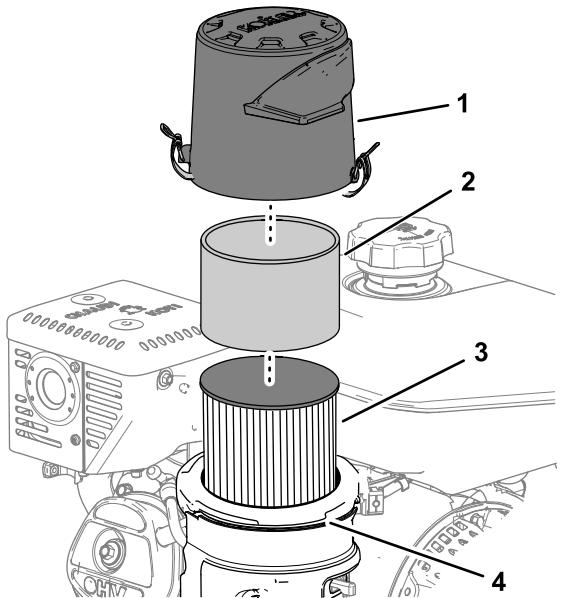

Figura 60
3. Retire la tapa y límpiela a fondo (Figura 60).
1. Separe el prelimpiador de espuma del elemento de papel (Figura 60).
1. Retire e inspeccione el elemento de papel del filtro de aire (Figura 60); si el elemento del filtro de aire está excesivamente sucio, cámbielo.
3. Instale el prefiltro de espuma sobre el elemento del filtro de aire (Figura 60).
4. Instale el filtro de aire en la base del filtro de aire (Figura 60).